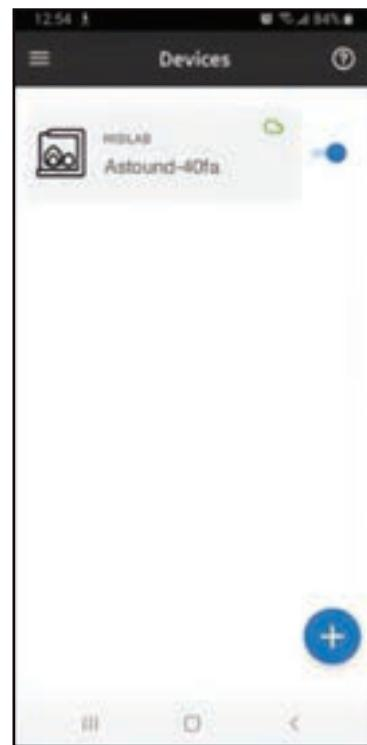

Fig. 9
6. Une fois l'appareil connecté au point d'accès, il est possible de lui donner un surnom afin de le rendre plus reconnaissable. (**Fig. 9**).